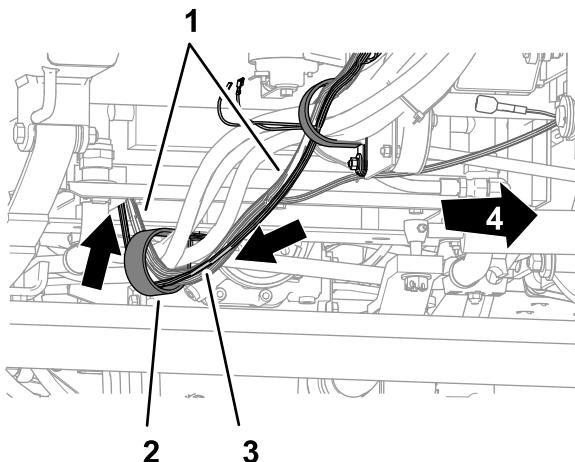

Figura 40
3. Encaminhe os ramais da cablagem e secção através do grampo em R, por baixo da placa do piso e por trás do eixo frontal (Figura 40).